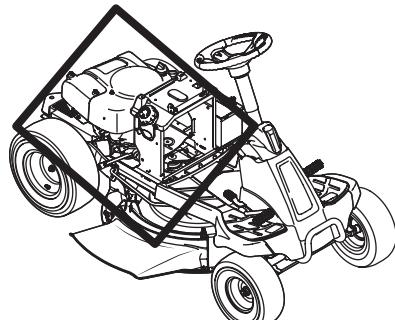

Figura 21
- Limpia bajo el capó. Colector de escape, alrededor de fusibles, todo el cableado y arneses, tubo silenciador, escudo de silenciador, pantallas de admisión del motor y las aletas de refrigeración, etc. Vea la Figura 21.